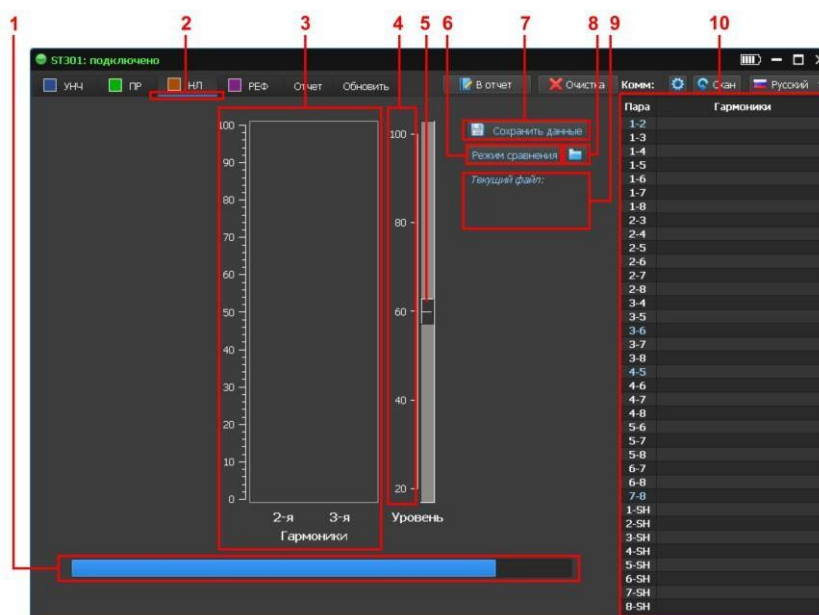

Рис.74
Экран ПК представлен на рис.74.
Цифрами на рис.74 обозначено:
После включения канала в течение нескольких секунд происходит калибровка. Этот процесс отображается на индикаторе (рис.74, п.1). После этого анализатор готов к работе.
2. Установить уровень зондирующего сигнала, переместить движок (рис.74, п.5) на нужную позицию. Если длина проверяемой линии меньше 100 м не рекомендуется устанавливать уровень больше 60%
Для сохранения данных нужно нажать  **Сохранить данные** (рис.74, п.7). На экране отобразится окно для ввода комментариев. Рекомендуется указывать идентификационные данные проверяемой линии и уровень зондирующего сигнала.
1. Загрузить сохраненный файл, кликнув  (рис.74, п.8). После загрузки на индикаторе (рис.67, п.9) отобразится имя файла и введенный комментарий.